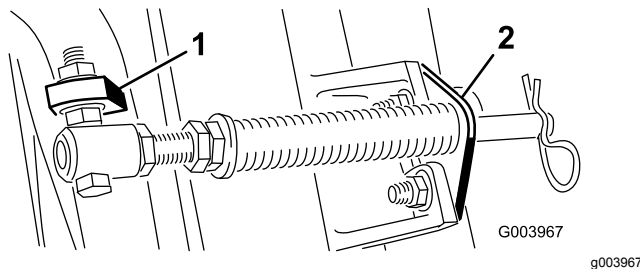
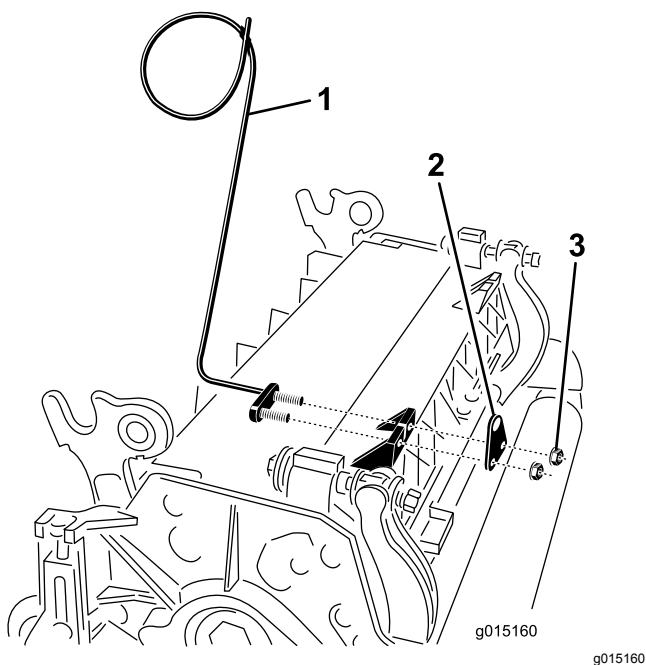

Figura 11
Figura 13
Nota: Posizionate la testa del bullone sul lato esterno dell'aletta, come illustrato nella Figura 11.
- E. Montate la staffa dell'asta sulle alette degli elementi di taglio usando i bulloni a testa tonda e i dadi (Figura 11). Sull'apparato di taglio, quando montate la staffa dell'asta montate la guida del flessibile di sinistra sulla parte anteriore delle alette dell'apparato di taglio (Figura 13).